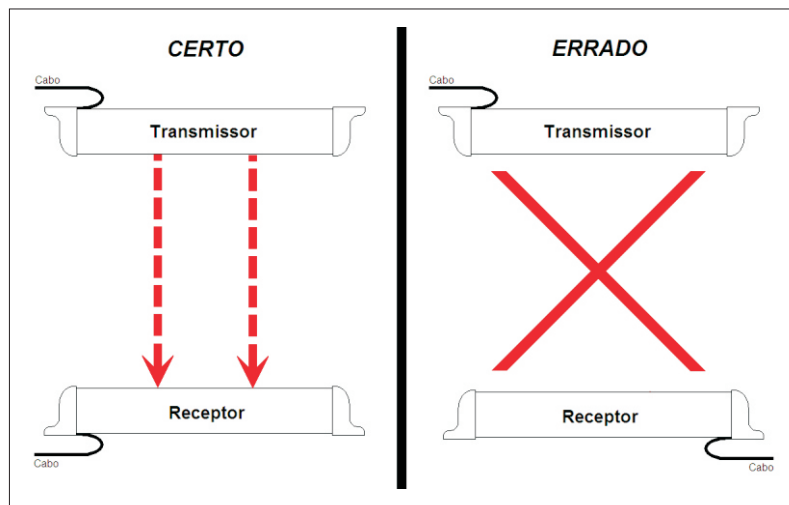

Figura 2
- Certifique-se que os sensores estão instalados conforme mostrado na figura 2, ou seja, com as extremidades por onde saem os fios posicionadas do mesmo lado;